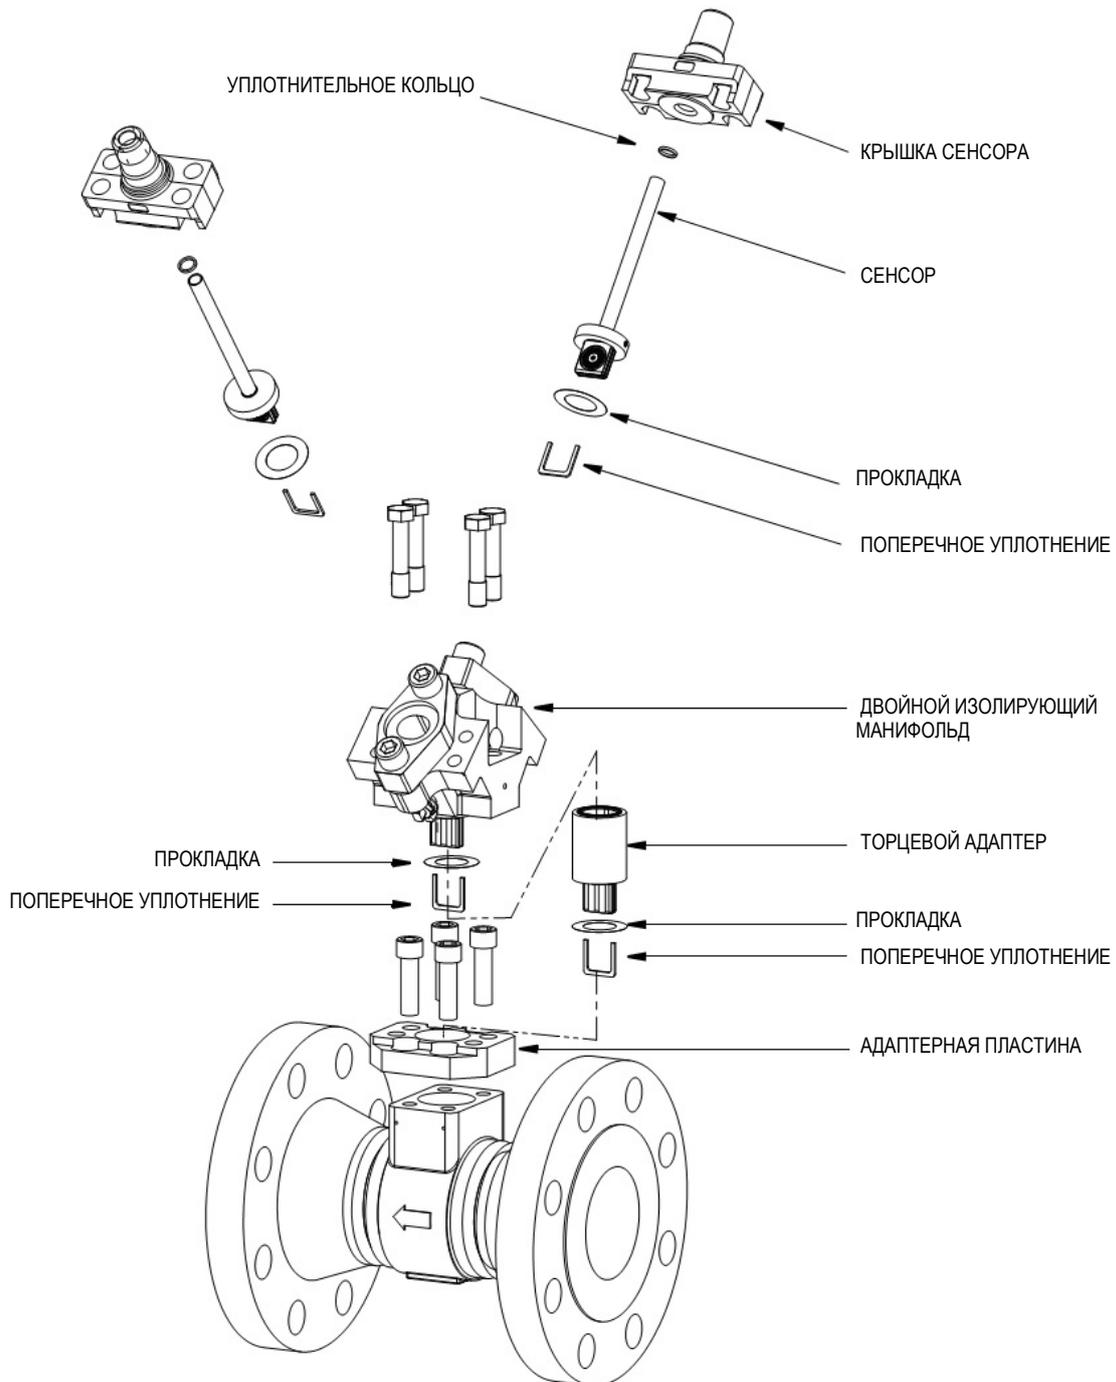

Рисунок 64. Двойной изолирующий манифольд (Стиль В)
4. Установите новые прокладку и поперечное уплотнение на торцевой адаптер (K0155JA). Установите новые прокладку и поперечное уплотнение на двойной изолирующий манифольд. Используются такие же прокладки и поперечные уплотнения, которые применяются для сенсоров. См. рисунок 64.